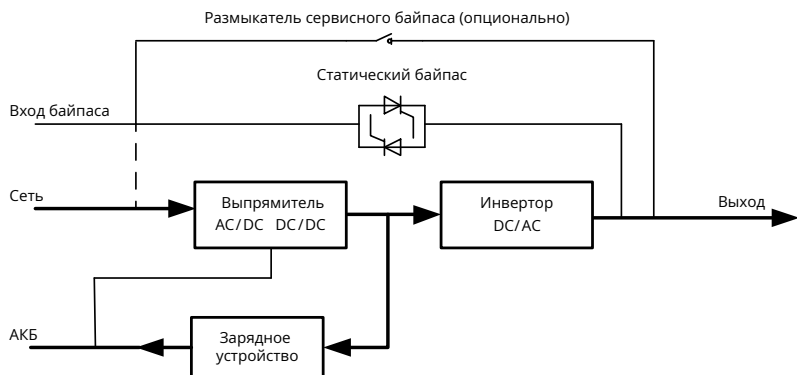

Рисунок 2.4. Функциональная схема нормального режима работы
4. Удалить уплотнительный пенопласт (см. Рисунок 2.4).